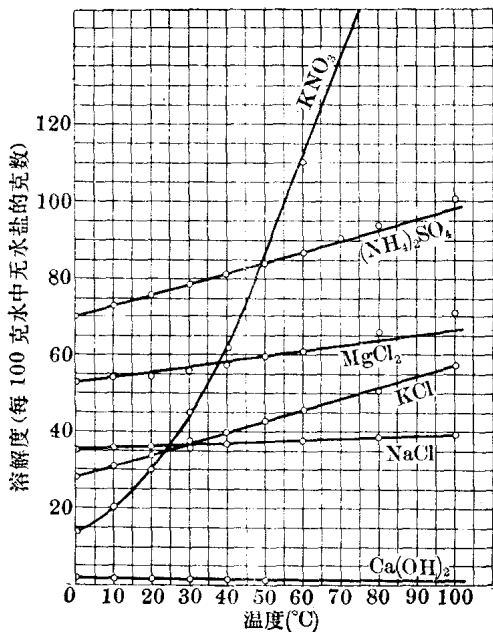

图 3-1 溶解度曲线
第3点作法：在横坐标上找到20°C这点，通过此点作横坐标垂直线，在纵坐标上找到75.4克这点，也作纵坐标的垂直线，两条垂直线的交点3就是20°C时 $(\text{NH}_4)_2\text{SO}_4$ 的溶解度75.4克的点。同样，可分别作出40°C、60°C……等等各点，然后把这些点依次联结成一条光滑的曲线，即为硫酸铵的溶解度曲线。同样，也可以作其他物质溶解度曲线。根据实际生产的需要，常将几种物质的溶解度曲线绘在同一坐标图上(如图3-1)。
它的原理也是利用这三种物质溶解度的差别。可先分析一下 MgCl_2 、 NaCl 及 KCl 这三条溶解度曲线，从图 3-1 看出：室温时(20°C 左右)， MgCl_2 的溶解度大于 NaCl 和 KCl 的溶解度。其次 KCl 和 NaCl 两条溶解度曲线在 27°C 相交，即在 27°C 以上， KCl 的溶解度大于 NaCl 的溶解度，在 27°C 以下， KCl 的溶解度小于 NaCl 的溶解度。因此当在室温第一次加
4. 目前国内常用二次加水、二次分离的方法从光卤石中提取化工产品氯化钾和氯化镁,试根据溶解度曲线(图 3-1)来阐明生产原理。